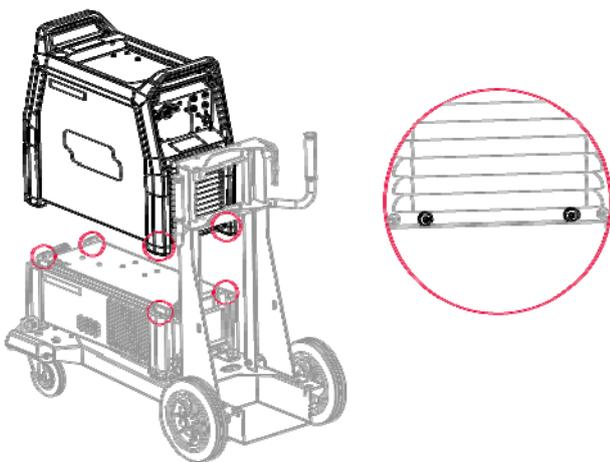

Abbildung 2
- Setzen Sie den Speedtec auf den Kühler (Abbildung 2).